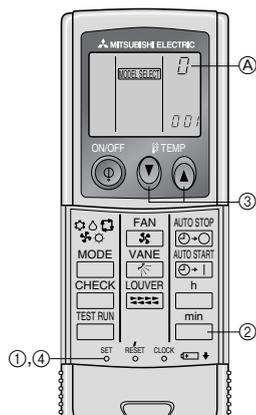

Fig. 6-7
**4) Assegnazione di un comando a distanza a ciascuna sezione interna (Fig. 6-7)**